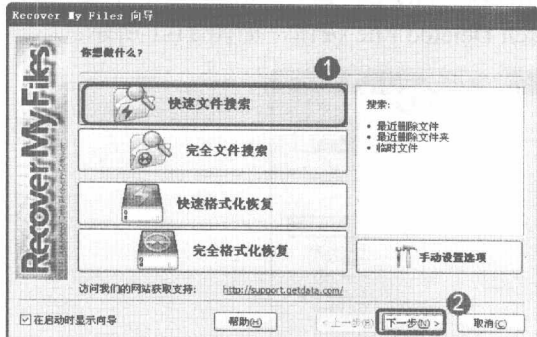

图 11-4 “Recover My Files 向导”对话框
步骤① 双击 Recover My Files.exe 应用程序，打开“每日提示”对话框，单击“关闭”按钮，弹出如图 11-4 所示的“Recover My Files 向导”对话框，其中有“快速文件搜索”、“完全文件搜索”、“快速格式化恢复”、“完全格式化恢复”和“手动设置选项”5 个选项。